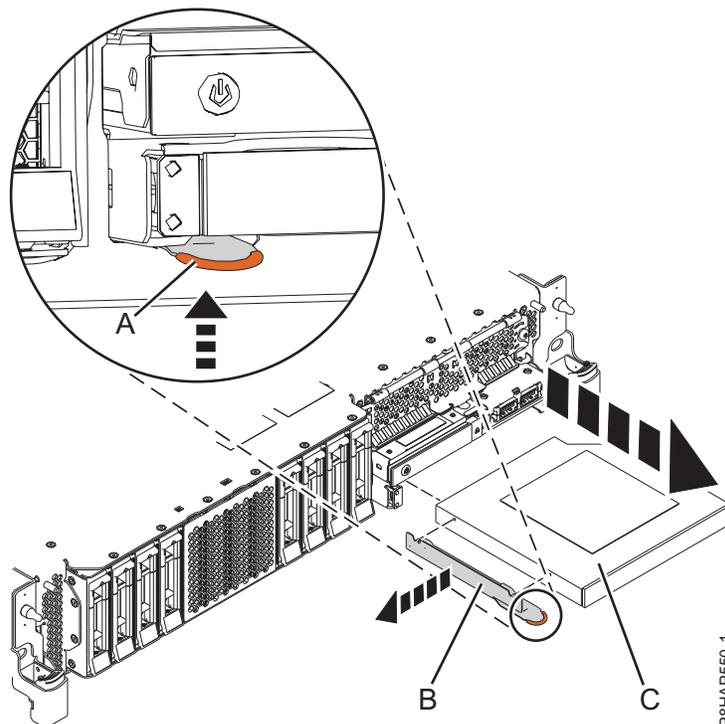
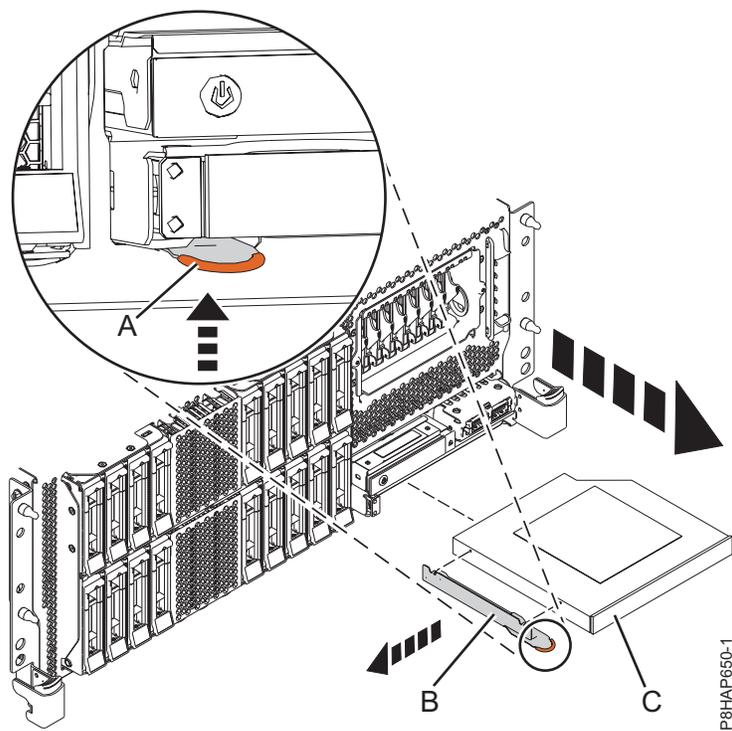
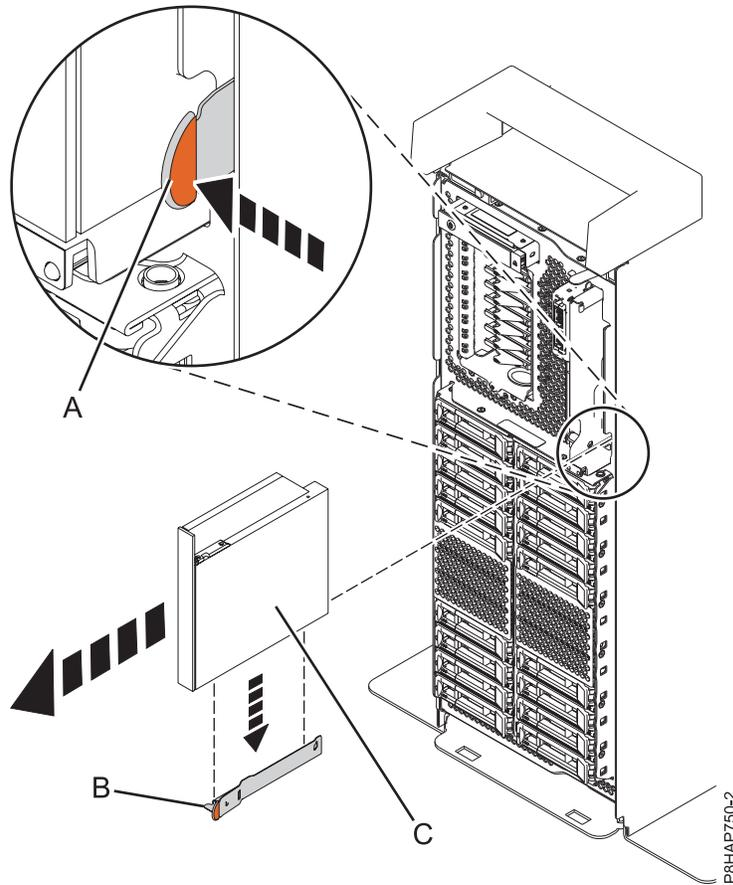

Figura 46. Remover um Dispositivo de suporte Slimline de um sistema 5148-21L, 5148-22L, 8247-21L, 8247-22L, 8284-21A ou 8284-22A
Figura 47. Remover um Dispositivo de suporte Slimline de um sistema montado em bastidor 8247-42L, 8286-41A ou 8286-42A
Figura 48. Remover um Dispositivo de suporte Slimline de um sistema autónomo
Para um sistema 5148-21L, 5148-22L, 8247-21L, 8247-22L, 8284-21A ou 8284-22A, consulte Figura 46, para um sistema montado em bastidor 8247-42L, 8286-41A ou 8286-42A, consulte Figura 47 na página 57 ou para um sistema autónomo 8286-41A, consulte Figura 48 na página 58.
6. Puxe o dispositivo de suporte Slimline (C) para fora do sistema, na direcção demonstrada em Figura 46 na página 56, Figura 47 na página 57 ou Figura 48.
8. Se estiver a remover o Dispositivo de suporte Slimline como parte de outro procedimento de assistência, não remova o suporte de fixação (B) do Dispositivo de suporte Slimline.
9. Se estiver a remover o Dispositivo de suporte Slimline avariado e a substituir por um novo Dispositivo de suporte Slimline, terá de remover o suporte de fixação (B) para utilizar com o novo dispositivo de suporte de dados. Remova o suporte de fixação ao agarrar o ponto para manuseamento terracota e ao puxá-lo para fora do dispositivo de suporte de dados conforme demonstrado em Figura 46 na página 56, Figura 47 na página 57 ou Figura 48.
10. Armazene o suporte de fixação (B) num local seguro.